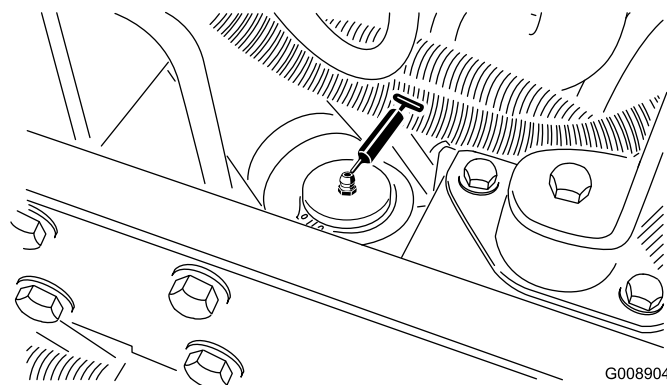

Figura 57
- Cilindro da direcção (Figura 57).